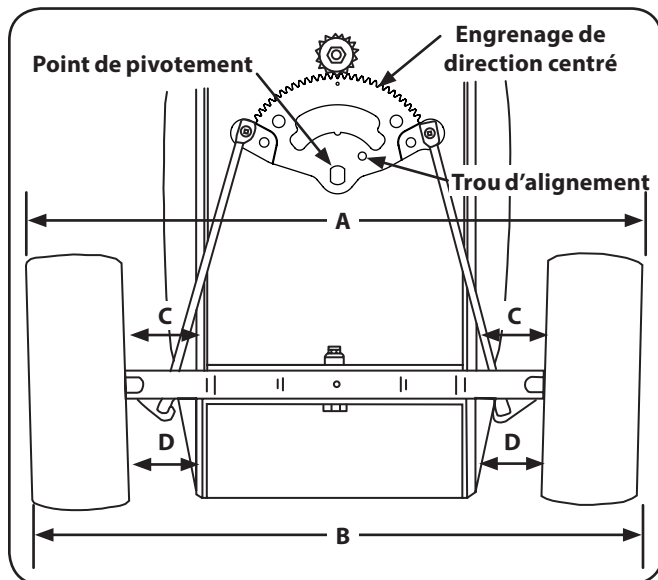

Figure 6-6
Le pincement des roues avant, c'est-à-dire la différence entre les mesures A et B, doit être entre 1/8" et 1/4". Voir Figure 6-6.
1. Vérifiez que l'engrenage de direction est centré. Le trou dans l'engrenage de direction doit s'aligner avec le trou dans le boîtier de direction. Voir Figure 6-6.
3. Mesurez la distance entre le bord inférieur du châssis et la jante à l'avant de chaque roue (mesures D). Voir Figure 6-6. Les deux mesures doivent être égales.
4. Mesurez la distance entre le bord inférieur du châssis et la jante à l'arrière de chaque roue avant (mesures C). Voir Figure 6-6. La mesure D doit être de 1/16" à 1/8" inférieure à la mesure C de chaque côté du tracteur.